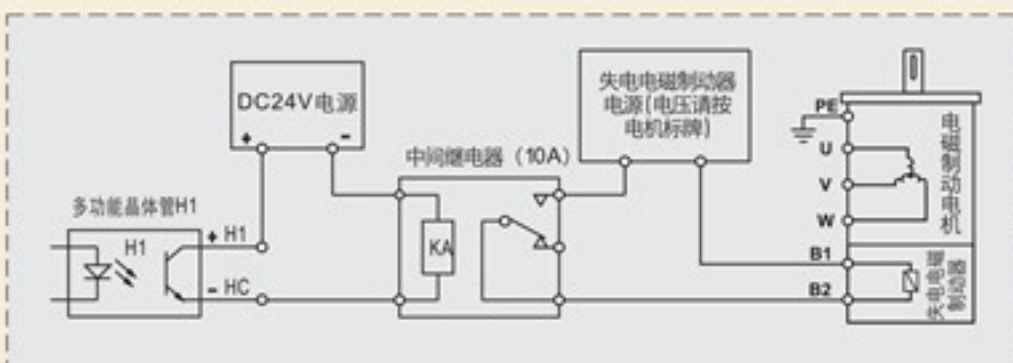

图 7
4. 电磁制动频率到达	连锁控制电磁制动电机的制动器, 保证 同步运行, 详见 P-9 接线图中图7。